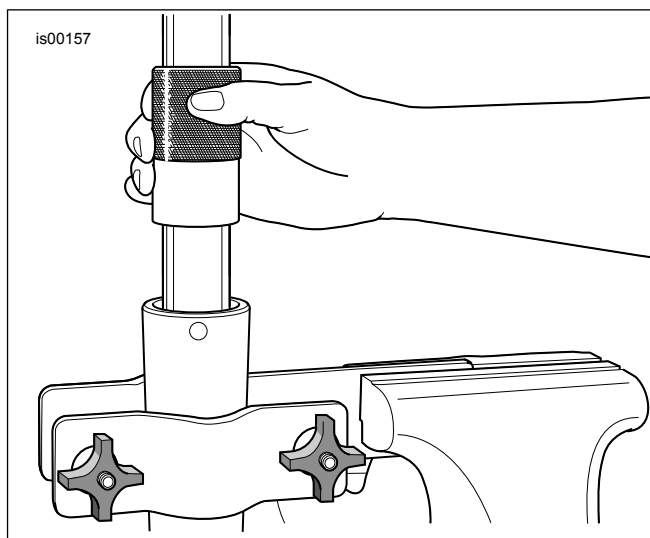

Figure 7. Ikabit ang Selyo ng Langis ng Fork
12. Maglapat ng Inside diameter (Dayametro sa loob) (ID) at Outside diameter (Dayametro sa labas) (OD) ng slider bushing (E) gamit ang malinis na langis ng fork.
14. I-slide ang selyo ng spacer (D) pababa sa fork tube hanggang sa dumikit ito sa slider bushing (alinmang direksyon).
15. Maglapat ng ID ng **bagong** selyo ng langis ng fork (4) gamit ang malinis na langis ng fork.
18. Figure 7 Kunin ang Selyo ng Fork/Bushing Tool (HD-45305) at magpatuloy tulad ng sumusunod:
- b. Figure 7 Gamit ang kasangkapan na tulad ng slide hammer, dalhin ang selyo ng langis ng fork (kasama ang selyo ng spacer at slider bushing) pababa sa fork tube hanggang sa nakikita na ang groove ng retaining clip sa ID ng fork slider.